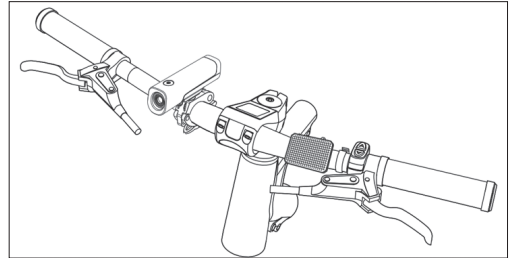

Figura 9-3
c. Monte el reflector delantero y la campana en el manillar, como se muestra en la **Figura 9-3**.